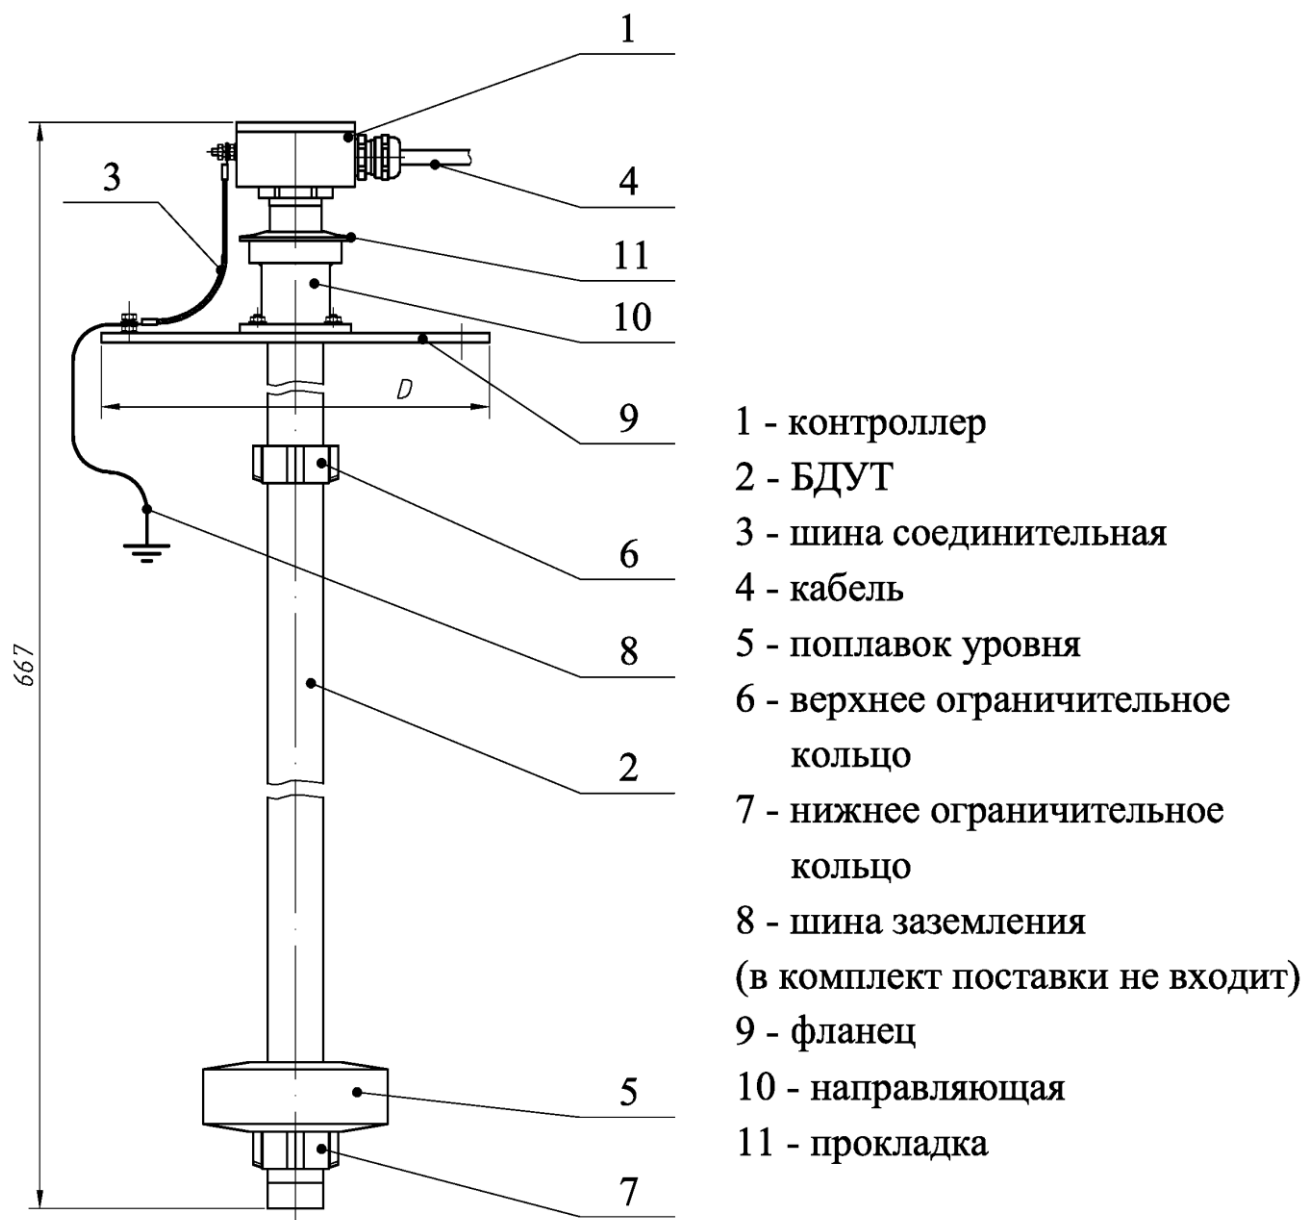

Рисунок 2.1 – ДУТ – КШЮЕ.407529.306
Примечание – D – диаметр фланца ДУТ (рисунок 2.1).
2.1.1 ДУТ транспортируется со снятым фланцем 9 с направляющей 10 (рисунок 2.1), при этом шина соединительная 3 присоединена к фланцу 9.
4.3 Отсоединить от фланца 9 шину заземления 8 (рисунок 2.1).